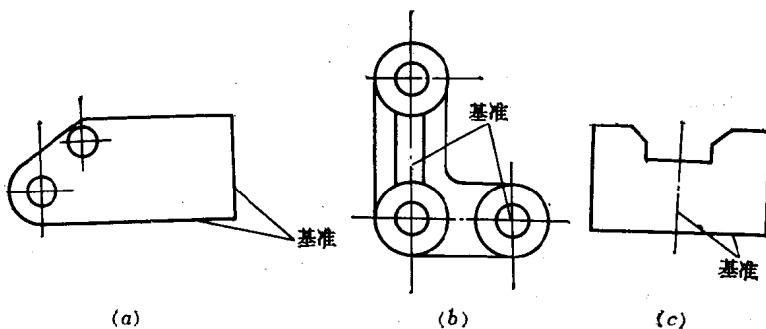

图 1-18 划线基准
(1) 以两个互成直角的外平面(或线)为基准，如图1-18(a)所示，划线前，先把这两个外表面加工平，使其互成90°角，然后其它尺寸都以这两个面做为基准，划出加工线。
(2) 以两条中心线为基准，如图1-18(b)所示，划线前，首先根据定位尺寸找出工件上相对应的两个位置，划出两条中心线，然后再根据中心线用定形尺寸划出其它的加工线。
(3) 以一个外平面和一条中心线为基准，如图1-18(c)所示，划线前，先将底平面加工平，然后划出中心线，再划其它加工线。